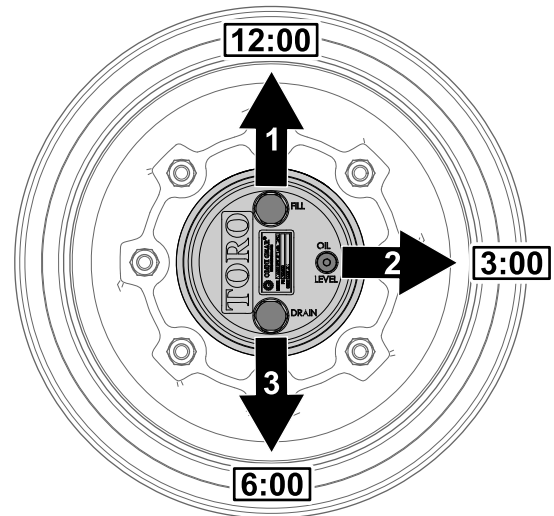

図 72
1. 水平な床面で、補給プラグが時計の12時の位置、点検プラグが3時、ドレンプラグが6時の位置を指すように駐車する 図 72。
2. 3時の位置にある点検プラグを外す 図 72。
1. 水平な床面で、補給プラグが時計の12時の位置、点検プラグが3時、ドレンプラグが6時の位置を指すように駐車する 図 72 プラネタリギアオイルの点検 \(ページ 71\) を参照。